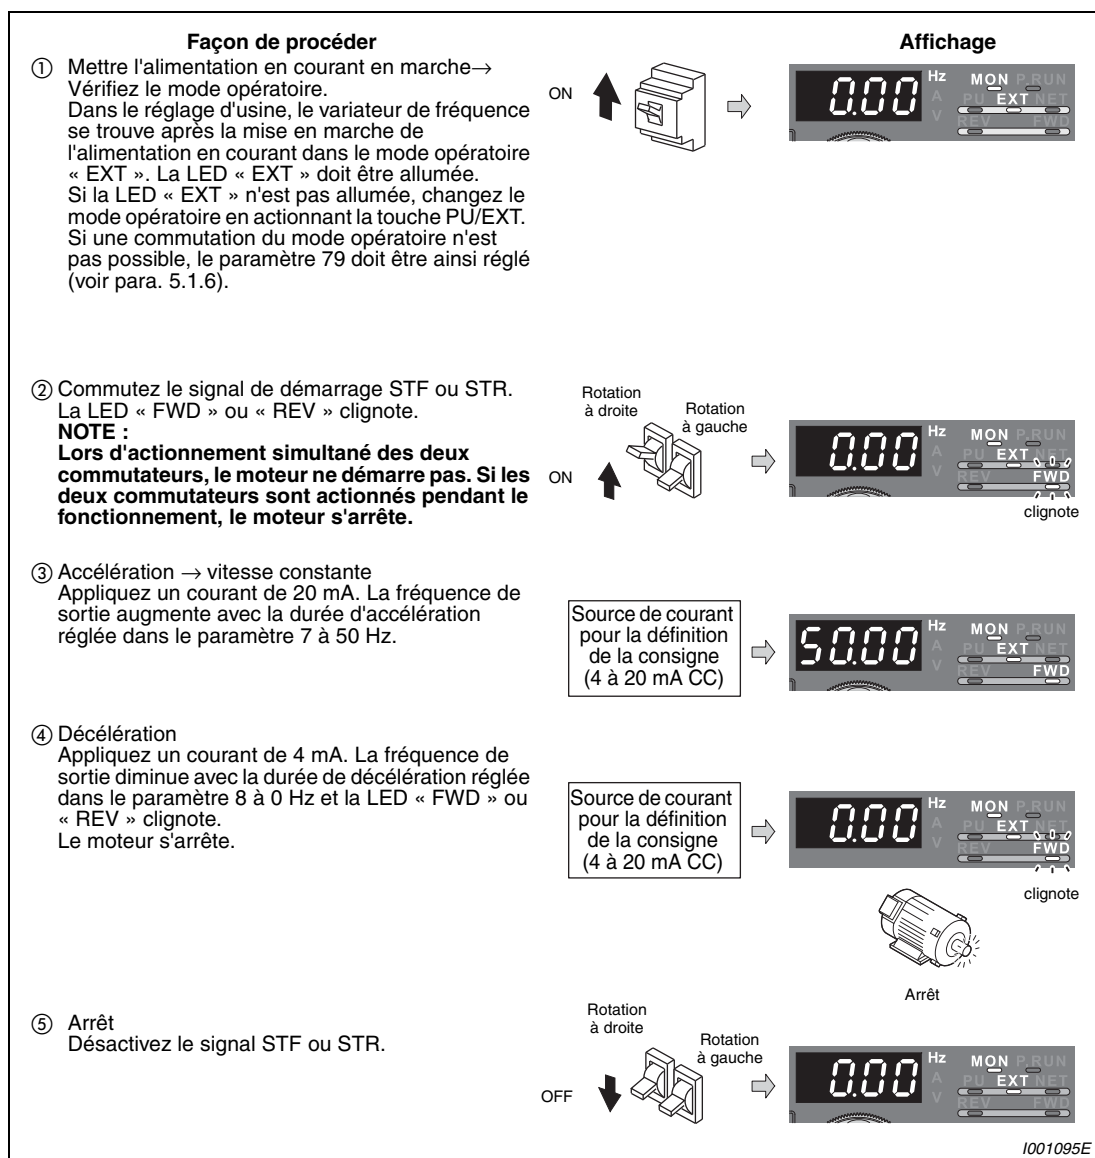

Fig. 5-35 : Fonctionnement du variateur de fréquence avec définition de la consigne du courant analogique
① Tournez le Digital-Dial jusqu'à ce que « P.126 » (Par. 126) apparaisse.	 →
② Actionnez la touche SET pour afficher la valeur actuelle. Le réglage d'usine « 50.00 » (50,00 Hz) apparaît.	 →
③ Tournez le Digital-Dial jusqu'à ce que « 40.00 » (40,00 Hz) apparaisse.	 →
④ Actionnez la touche SET pour enregistrer la valeur.	 →
⑤ Actionnez deux fois la touche MODE pour afficher la fréquence de sortie.	 →
⑥ Commutez le signal de démarrage STF ou STR et appliquez un courant de 20 mA (voir Fig. 5-35, étape ② à ⑤).